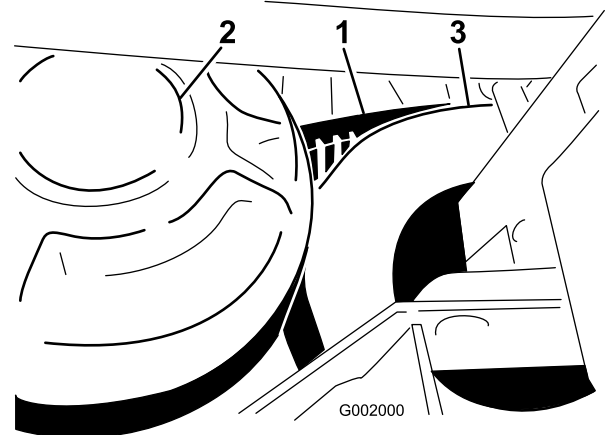

Figura 65
1. Haga girar la correa y llévela sobre el embrague secundario (Figura 65).